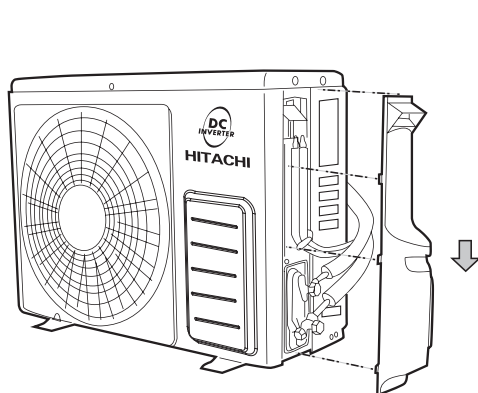
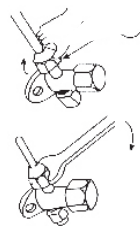

图21
图23
- (1) 将边盖从右侧板上拆下。(如图21)
- (2) 将截止阀树脂封帽拆开。
- (3) 在截止阀与管的喇叭口处涂少许润滑油，然后按图23所示拧紧纳嘴。
- (4) 按图23所示用扳手牢固地将纳嘴扳紧，扭矩力按表 (5) 规定执行。